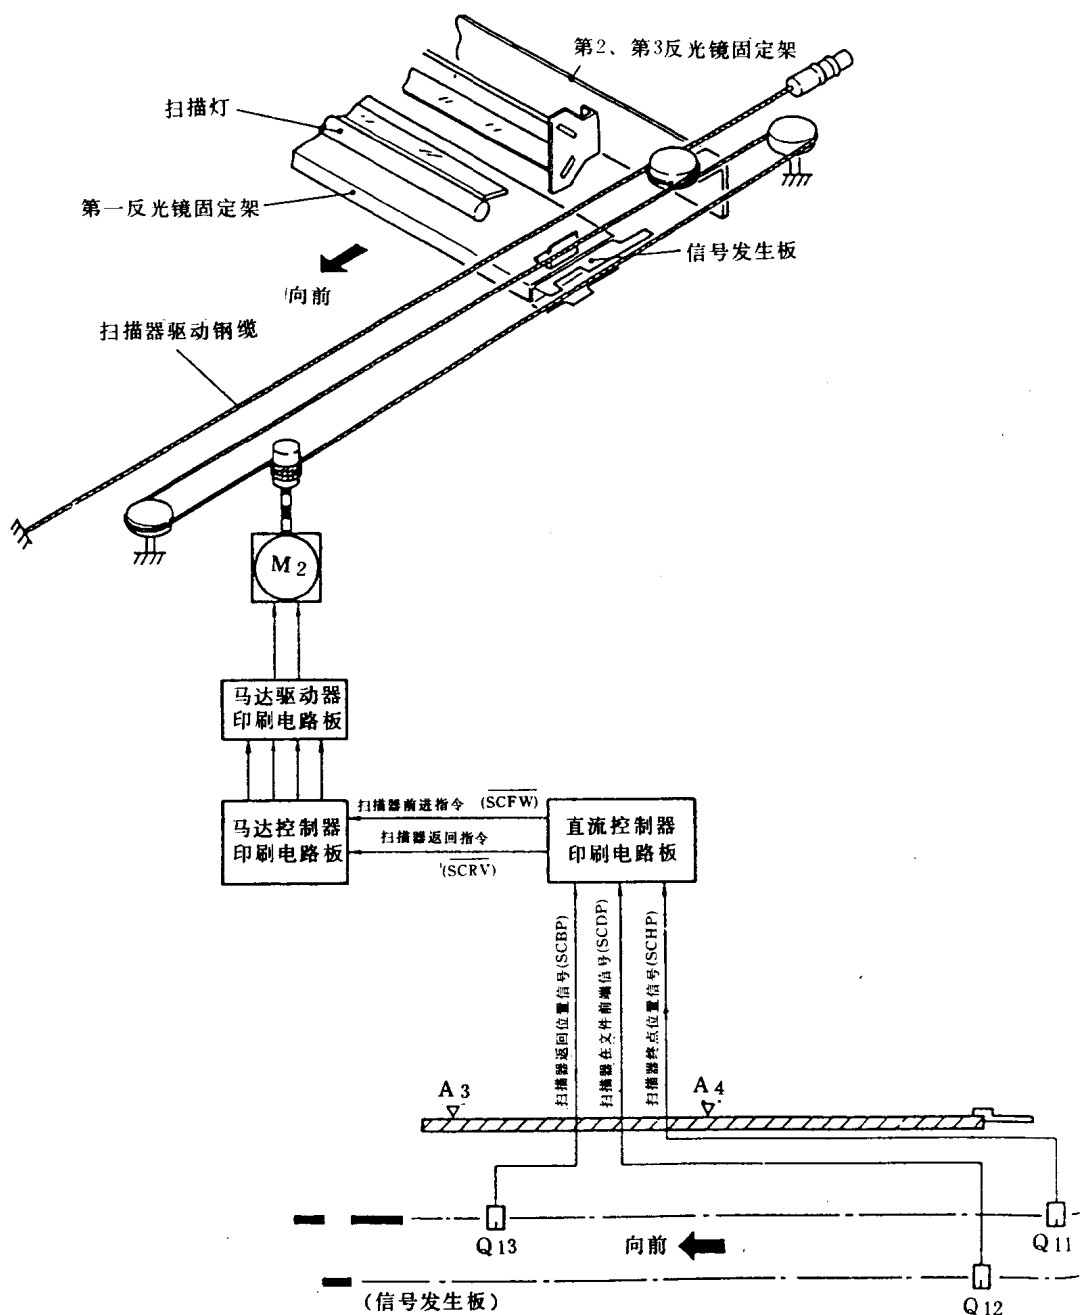

图 1-1-16 光学单元
①第三反光镜 ②第二反光镜 ③第一反光镜 ④扫描灯 ⑤原稿台玻璃 ⑥原稿台盖 ⑦镜头 ⑧一次充电电晕器 ⑨空白曝光灯组件 ⑩第六反光镜 ⑪彩色显影器 (CD) ⑫黑色显影器 ⑬第五反光镜 ⑭第四反光镜 ⑮多点供纸盘 ⑯搓纸棍 ⑰上搓纸棍 ⑱第一对位棍 ⑲第二对位棍 ⑳预转印电晕器 ㉑转印 ㉒感光鼓组件 ㉓双面复印供纸组件 ㉔输送带 ㉕清洁刮板 ㉖定影器 ㉗定影器输纸棍 ㉘导向器 ㉙输纸棍 ㉚消电灯 ㉛下搓纸棍
(1) 光学单元。由曝光灯、反光镜组成的扫描器靠一个直流电机驱动，扫描器前进或后退由电机的转动方向决定，行程的长短由信号板与主机上各传感器的接触再通过控制系统决定。如图 1-1-16 所示：扫描灯和第 1 反光镜向前移动时，曝光灯照亮原稿，将原稿的深浅分布通过移动的第 2，第 3 反光镜送到镜头，再经反光镜送至感光鼓表面，形成和原稿对应的潜像。